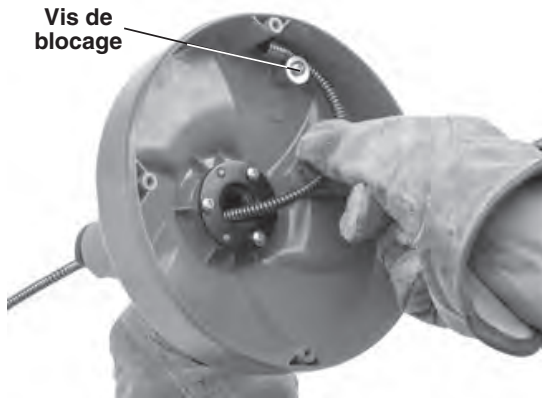

Figure 11 – Amarrage de l'extrémité du câble
4. Retirez la vis de blocage du câble. Retirez le câble existant (*Figure 11*).
7. Positionnez l'extrémité du câble dans le tambour comme indiqué à la *Figure 11*, puis tenez-le en place en réinstallant la vis de blocage.